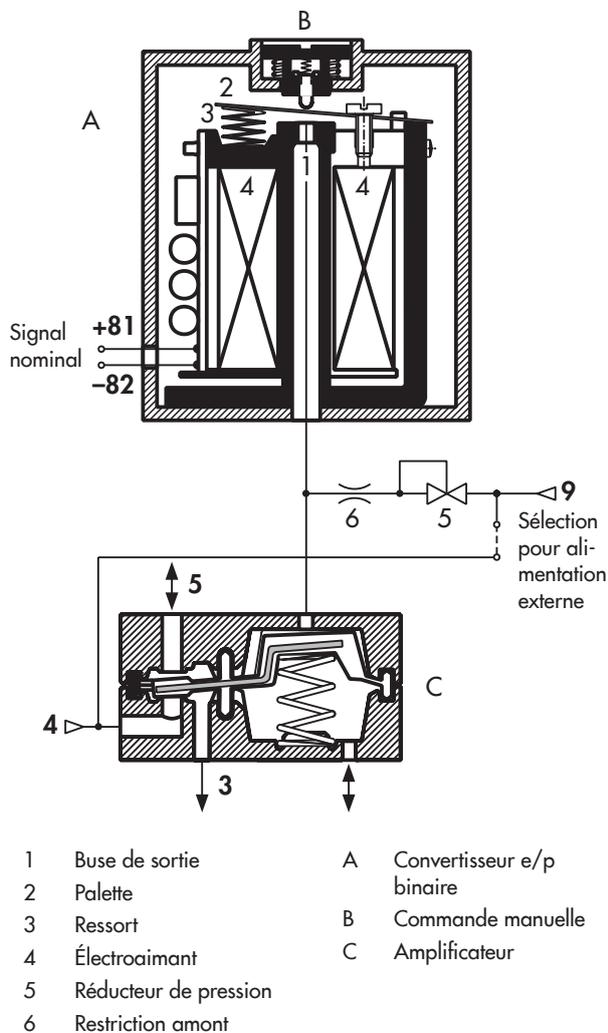

Fig. 4 : Électrovanne avec élément de commutation à membrane en tant qu'amplificateur ($K_{VS} 0,16$)
Les électrovannes se composent d'un convertisseur électropneumatique binaire (A) à commande manuelle (B, en option) et d'un amplificateur monostable (C) avec ressort de rappel (Fig. 4).